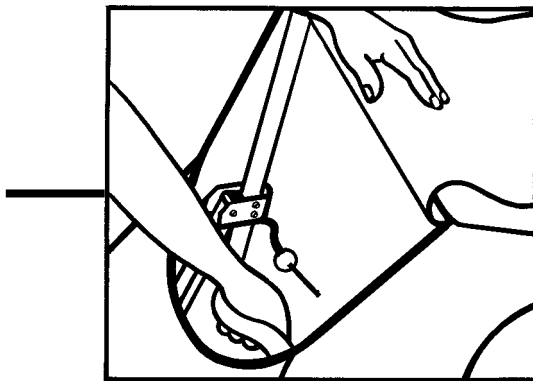

Abb. 1
2. Heckjalousie aufrollen, durch die Hecköffnung in den Anhänger greifen und den inneren w-förmigen Rahmen so weit zurückziehen, bis er fest einrastet (siehe Abb. 1).